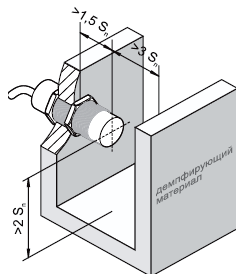
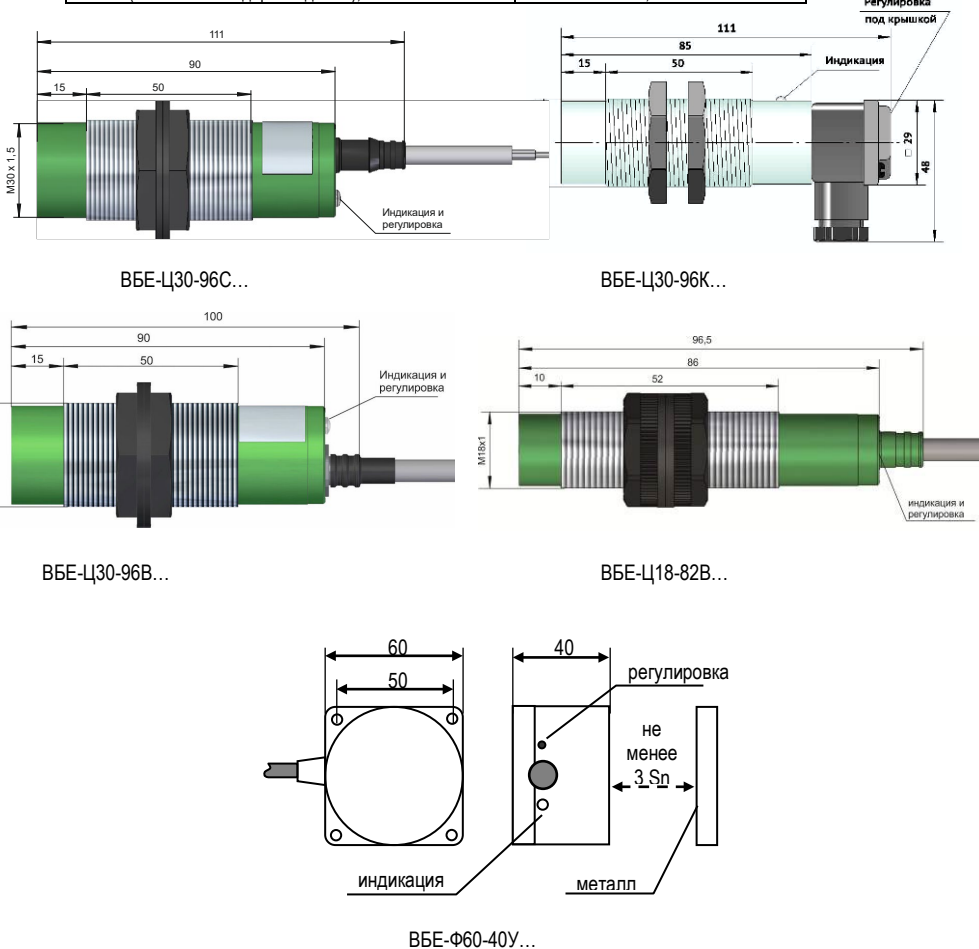

Рисунок 3 - Минимальные расстояния до демпфирующих материалов
Рисунок 1 - Габаритные размеры выключателей
Ц30-96С на крышку корпуса выведен кабель подключения, средства индикации и органы регулировки. У выключателя ВВЕ-Ц30-96К под крышкой клемной коробки расположены клемник и регулировка. Габаритные размеры выключателей приведены на Рис. 1.
- Выключатели рассчитаны на неугтапливаемую установку. Для ВВЕ-Ф60 перед активной поверхностью требуется зона, свободная от металла на расстоянии 3Sn (см. рис. 1). При монтаже ВВЕ-Ц30, ВВЕ-Ц18 следует учитывать минимально допустимые расстояния до окружающих элементов конструкций из металла, указанные на рис. 3.